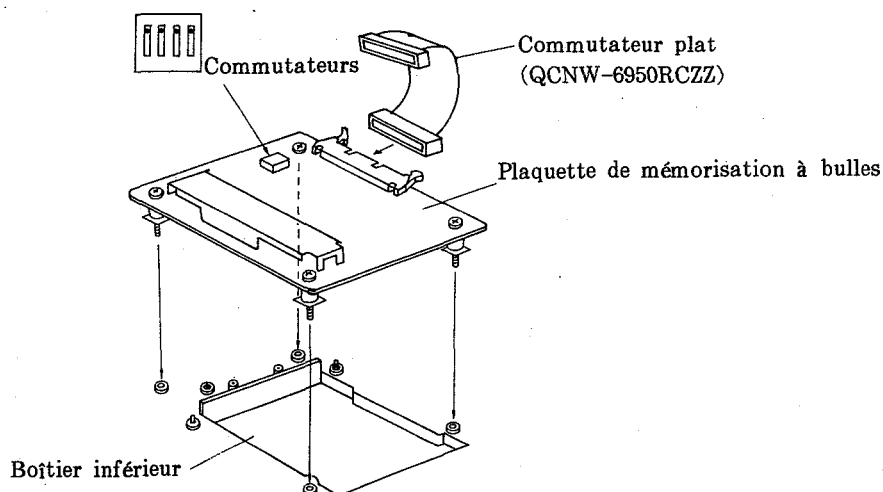

Fig.18
- (10) Raccorder le connecteur plat (QCNW-6950RCZZ) au connecteur situé sur la plaquette de mémorisation à bulles et installer la plaquette sur le boîtier inférieur avec les vis de fixation (4). (Voir la Fig. 18.)
- (11) Vérifier que les commutateurs sur la plaquette de mémorisation à bulles soient réglés comme il est montré à la Fig. 18.